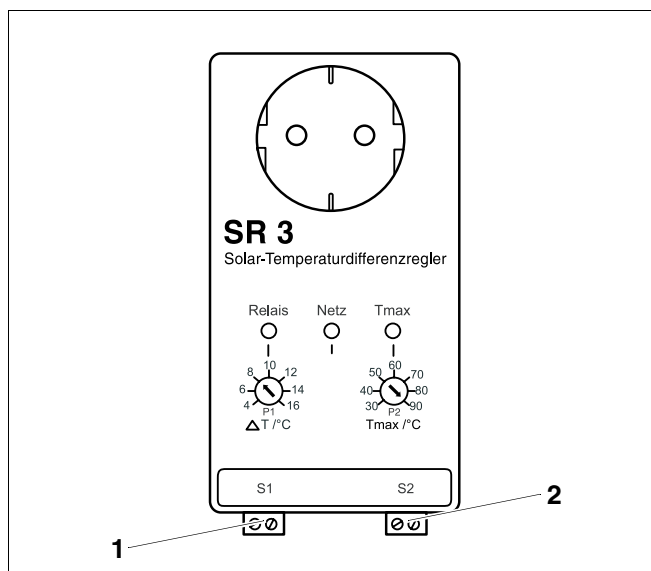

Fig. 3 Regulator SR 3
- Conectați cablul senzorului de colector FKS la clemă S1 (Fig. 3, **Poz. 1**) a regulatorului SR 3.
- Conectați cablul senzorului de boiler FRS la clemă S2 (Fig. 3, **Poz. 2**) a regulatorului SR 3.